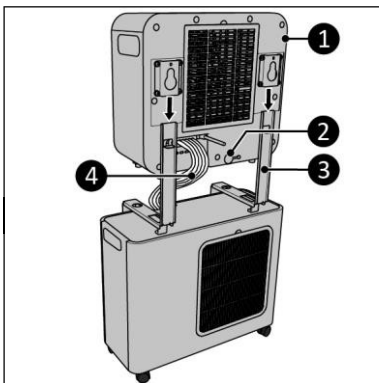

Figura 13
4. Far scorrere l'unità interna (Figura 13, pos. 1) sopra le staffe (Figura 13, pos. 3).
5. Inserire il tubo del refrigerante (Figura 13, pos. 4) tra l'unità interna e quella esterna. Non piegare il tubo del refrigerante in curve più piccole di 30 mm.
6. Rimuovere il tappo di chiusura dell'acqua (Figura 13, pos. 2).